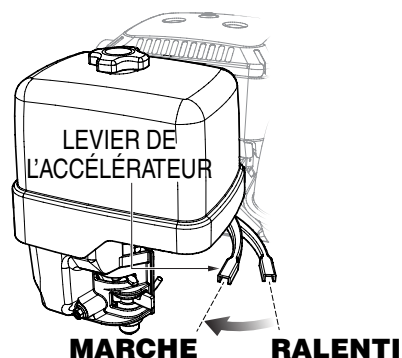

Figure 22. Levier de l'accélérateur
11. Pour commencer le mélange, placer le levier de l'accélérateur (Figure 22) en position de **MARCHÉ**.